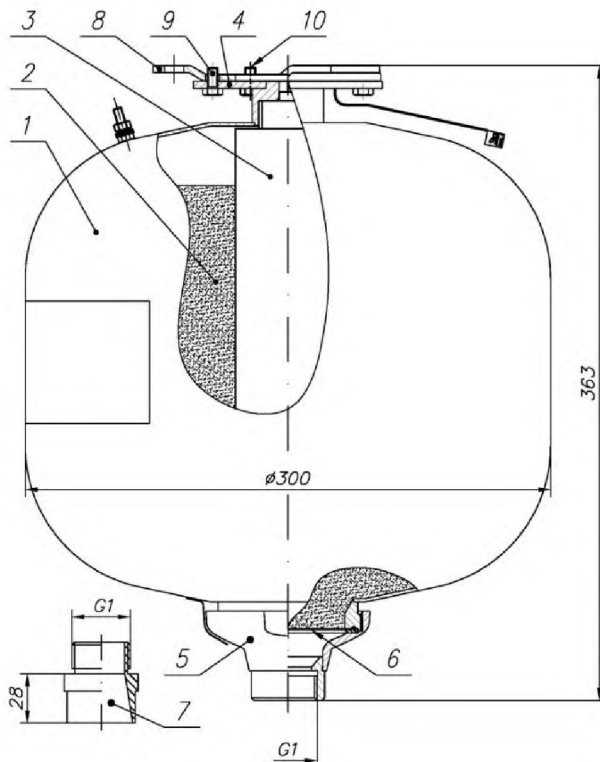

Рисунок 1. Устройство модуля порошкового пожаротушения Буран-15КД 10
6.5 Соединить держатель модуля 4 (рис. 1) с кронштейном 7 так, чтобы головки болтов 9 вошли в широкие части пазов держателя модуля. После этого повернуть модуль вокруг оси до упора, болты при этом заходят в узкие части пазов и удерживают модуль в подвешенном состоянии. Зафиксировать от поворота модуль относительно кронштейна болтом 8. Затянуть болты 9.
– Слесарным зубилом разрушить мембрану (поз. 6, рис.1). Высыпать огнетушащий порошок в полиэтиленовый мешок или другую водонепроницаемую емкость. Производственные помещения, в которых производится работа с огнетушащим порошком, должны быть оборудованы приточно-вытяжной вентиляцией, обеспечивающей движение воздуха со скоростью от 0,3 м/с до 0,7 м/с. При проведении работ необходимо соблюдать меры предосторожности, указанные в п.5.2 и 5.3. Порошок утилизировать согласно п.5.3.